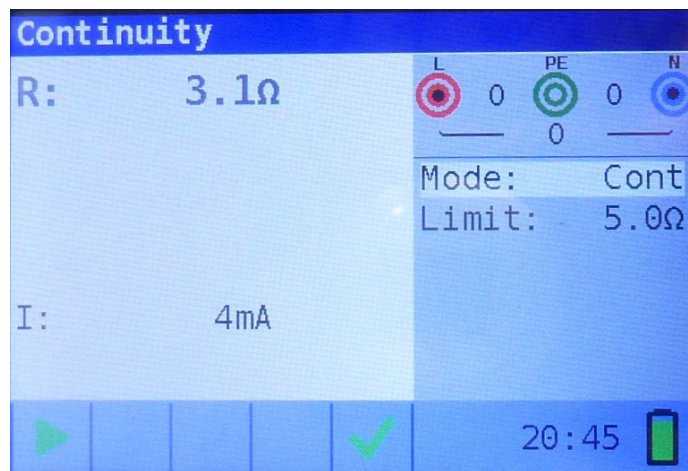

Abbildung 8.3: Letzte Ergebnisse
Schritt 1 Wenn die Messung abgeschlossen ist (Abbildung 8.3), werden die Ergebnisse auf dem Bildschirm angezeigt.